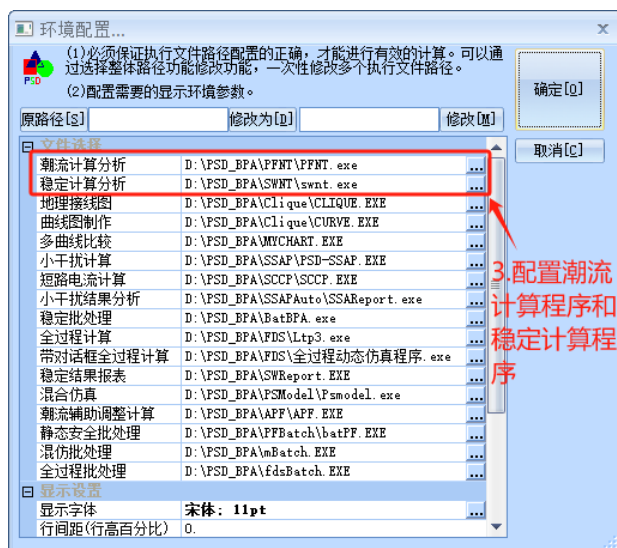

图 2 潮流和稳定计算程序配置
2) 点击菜单栏中的【环境配置】选项后, 开始配置潮流计算分析程序 PFNT 和稳定计算程序 SWNT。点击【...】选择您电脑中二者程序文件.exe 对应的路径即可, 如图 2 所示。